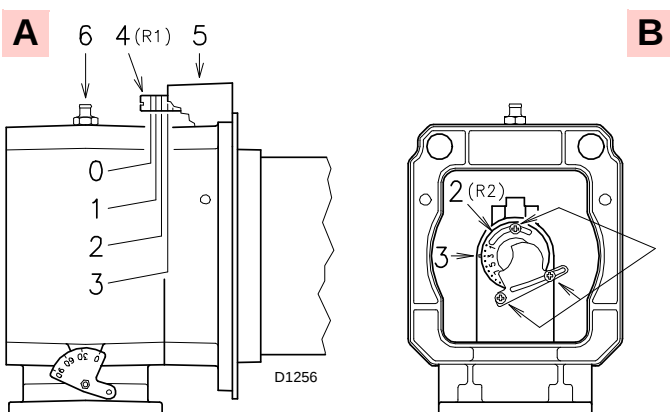
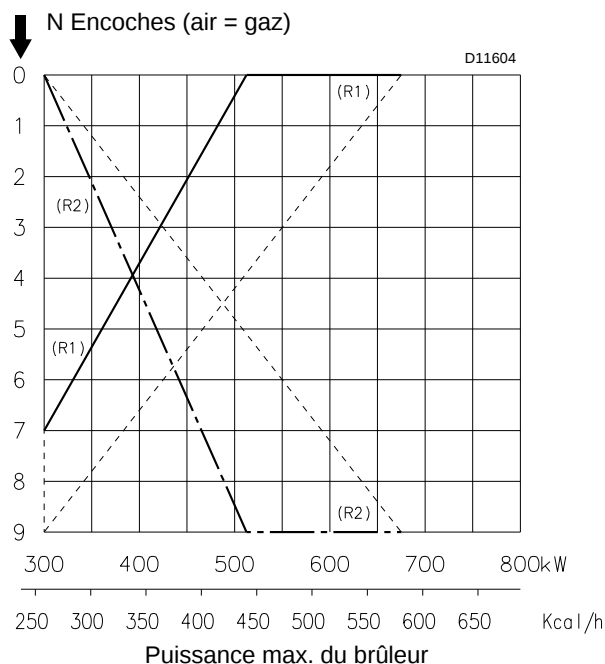

Fig. 16
Fig. 17
À ce stade de l'installation, la buse et le manchon sont fixés à la chaudière comme indiqué en A)(Fig. 16).
- celui de l'air R1 (**A**, Fig. 16)
- celui du gaz/air R2 (**B**, Fig. 16)
Trouver dans le diagramme (Fig. 17) l'encoche à laquelle régler soit l'air que le gaz.
Tourner la vis 4)(Fig. 16) jusqu'à ce que l'encoche corresponde au plan avant 5)(Fig. 16) de la bride.
Pour faciliter le réglage, desserrer la vis 6)(Fig. 16), régler puis bloquer.
Desserrer les 3 vis 1)(Fig. 16) et faire tourner la bague 2) jusqu'à la faire coïncider avec l'encoche trouvée avec l'indice 3). Serrer les 3 vis 1).
D'après le diagramme (Fig. 17) il en ressort que pour cette potentialité les réglages sont:
Le diagramme (Fig. 17) indique un réglage optimal pour un type de chaudière selon la Fig. 4 à la page 12. Si la pression du gaz le permet, la fermeture de la bague 2)(Fig. 16) permet de réduire la formation de NOx.